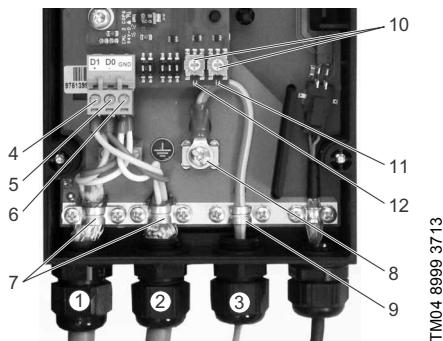

Fig. 4 Connexions des câbles
En fonction du réseau local, un ou deux câbles peuvent être connectés au réseau Profibus (fig. 4, pos. 1 et 2).
Voir fig. 4.
L'adresse Modbus est réglée via le menu de la pompe DDA. Par conséquent, les commutateurs rotatifs (fig. 4, pos. 10) ont été désactivés par défaut.
La LED (fig. 4, pos. 11) indique l'état de la connexion GENIbus.
La LED (fig. 4, pos. 12) indique l'état de la connexion Modbus.